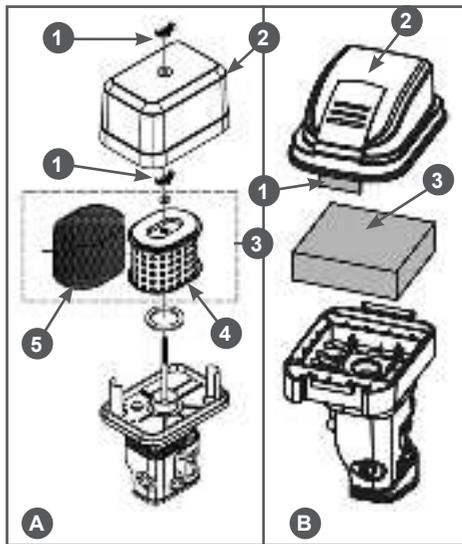

Рис. 10 Обслуживание воздушного фильтра G201HK, G210HK, G210HT
1. Открутите барашковую гайку (отогните фиксатор крышки воздушного фильтра) (Рис. 10 п. 1) и снимите крышку воздушного фильтра (Рис. 10 п. 2).
2. Извлеките из корпуса воздушный фильтр (Рис. 10 п. 3).
3. Проверьте целостность и чистоту воздушного фильтра. Поролоновый (предварительный) фильтрующий элемент тип «А» (Рис. 10А п. 5)
установлен на корпусе бумажного фильтрующего элемента (Рис. 10А п. 4).
- При незначительном загрязнении промойте поролоновый фильтр (Рис. 10А п. 5 и Рис. 10В п. 3) теплым мыльным раствором и просушите. Поврежденный или сильно загрязненный поролоновый фильтр замените.
- Воздушный фильтр тип «В» - поролоновый (Рис. 10В п. 3) смочите специальным или чистым моторным маслом, после чего отожмите излишки масла.
Бумажный фильтрующий элемент (Рис. 10А п. 4) не подлежит очистке, необходима его замена. Не продувайте бумажный фильтрующий элемент сжатым воздухом, не промывайте его в бензине и других растворителях. Эксплуатация двигателя с грязным или поврежденным воздушным фильтром, или без воздушного фильтра приведет к попаданию грязи и пыли в карбюратор и двигатель, что в свою очередь, станет причиной его быстрого износа. Двигатель в этом случае не подлежит ремонту по гарантии.